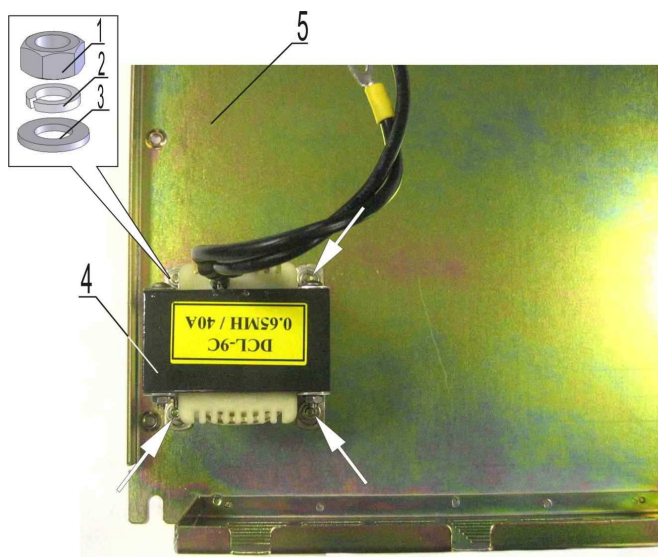

Рис. 7.2.
7.2.1. Взять основание корпуса 5 (рис. 7.2), положить на рабочий стол.
7.2.2. Установить на шпильки реактор 4. Закрепить реактор четырьмя гайками 1 с шайбами 2, 3 (рис. 7.2).